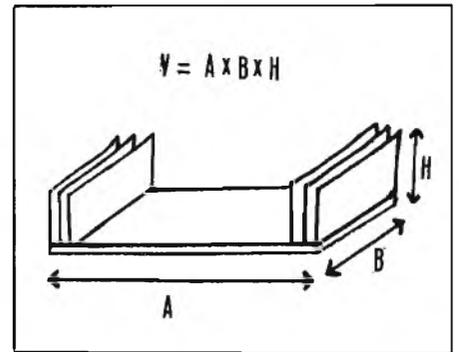

Figura 6 - Esempio di calcolo del volume di dissipazione utile d'un dispersore di calore.
2) Dal valore caratteristico del dissipatore dobbiamo ora risalire alle sue dimensioni geometriche. Per far questo, è necessario ricorrere al grafico riportato in figura 5, cercando sulle ascisse la resistenza termica ottenuta e leggendo sulle ordinate il valore corrispondente alla retta di potenza più vicina, nel nostro caso 10 W. Nel nostro esempio, otterremo da $R_{sa} = 1,8^\circ\text{C/W}$ 200 cm^3 . Questo significa che il nostro dissipatore deve avere un valore di volume utile V (vedi figura 6) minimo di 200 cm^3 . E' bene cautelarsi da possibili deviazioni di caratteristiche del triac aggiungendo un 10% al valore trovato, per cui $V = 220 \text{ cm}^3$.